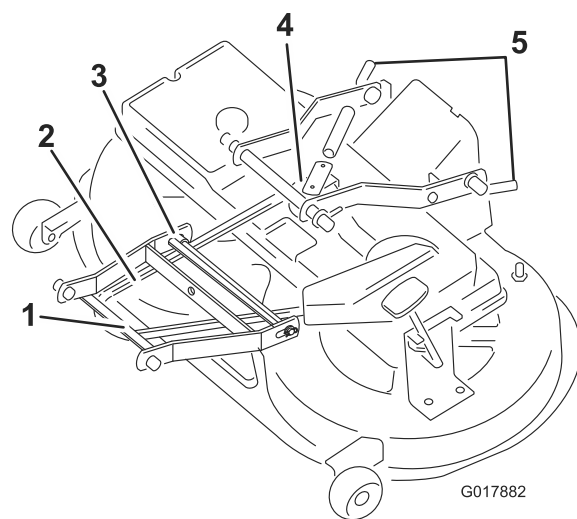

Figura 44
9. Tire del brazo tensor hacia dentro y retire la correa en V de la polea (Figura 44).
11. Retire el pasador situado entre el acoplamiento del brazo delantero y la carcasa de corte (Figura 44).
12. Retire la correa en V de la polea del motor (Figura 44).